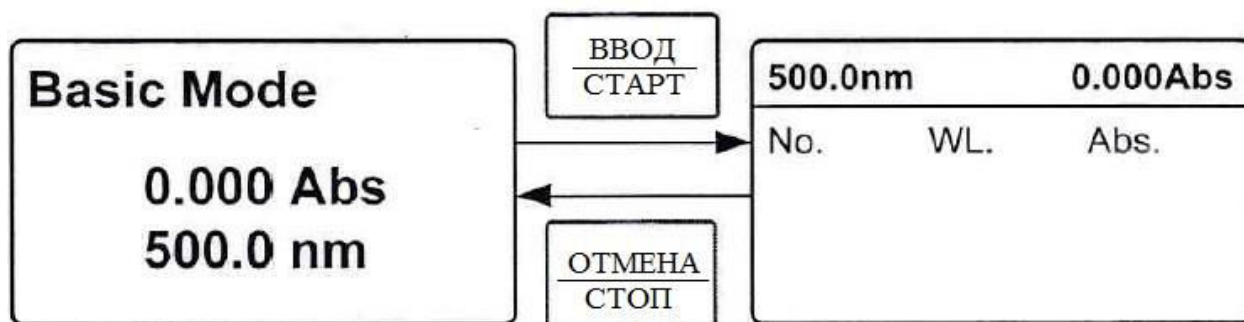

Рисунок 12. Измеренные значения пропускания
2.4.1.7. Произведите измерение коэффициента пропускания или оптической плотности. Для этого ручкой перемещения кюветодержателя расположите на пути светового пучка исследуемую пробу, в центральной части дисплея будет отображаться текущее значение коэффициента пропускания или оптической плотности исследуемого образца. Нажмите кнопку “ ВВОД/СТАРТ”, при этом на дисплее отобразится таблица, в которую записываются значения измеряемых параметров пропускания или оптической плотности (Рисунок 12) Столбцы таблицы “N”, “WL”, “%T” или “Abs” означают номер измерения, длину волны, коэффициент пропускания или оптическую плотность. Нажмите кнопку “ВВОД/СТАРТ” не менее 3-х раз для получения выборки значений измеряемого параметра. Все значения измерений отобразятся в таблице. Рабочее поле дисплея позволяет отображать одновременно четыре измерения, для просмотра полученных значений пользуйтесь кнопками “▲” и “▼”. Данные в архив прибора не заносятся.